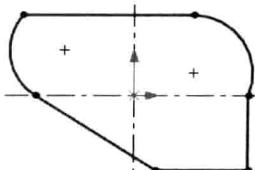

图 1.5 添加几何约束
**Step 4** 添加几何约束。添加圆弧 1 与直线 1 的相切约束，圆弧 2 和直线 2 的相切约束，直线 3 添加水平约束，直线 4 添加竖直约束，约束后的图形如图 1.5 所示。